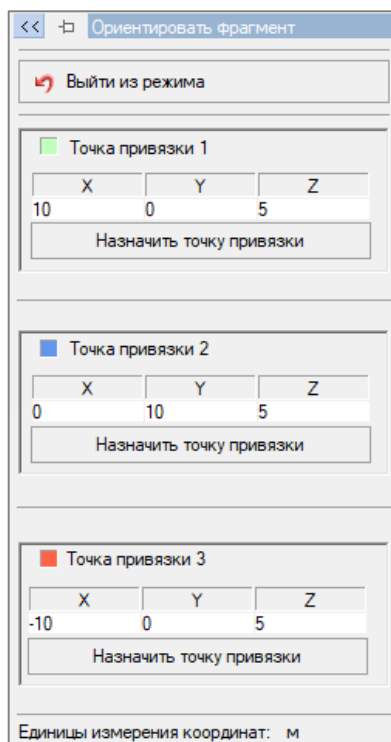

Рис. 2.97
- указанием координат (рис. 2.97);